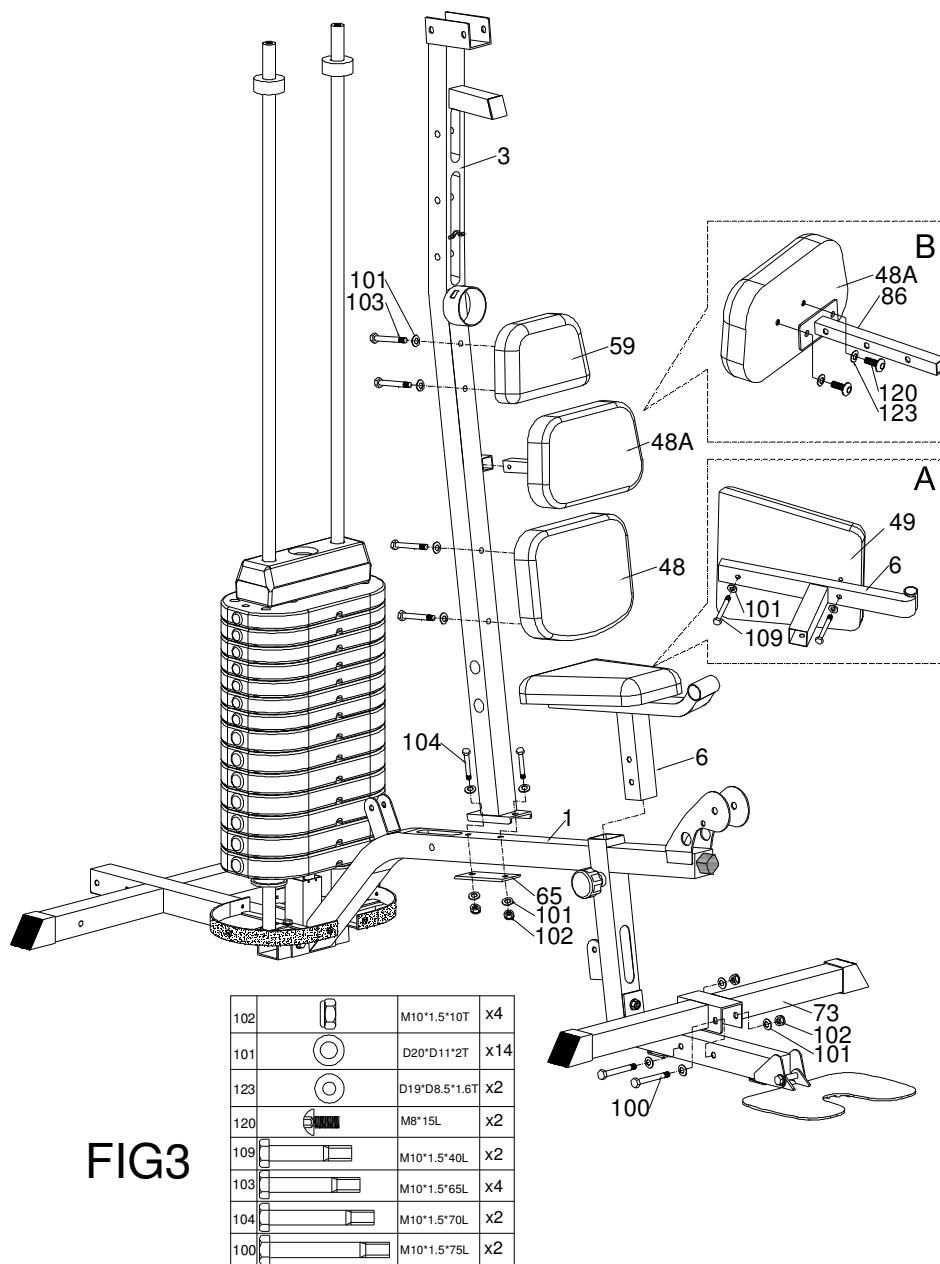
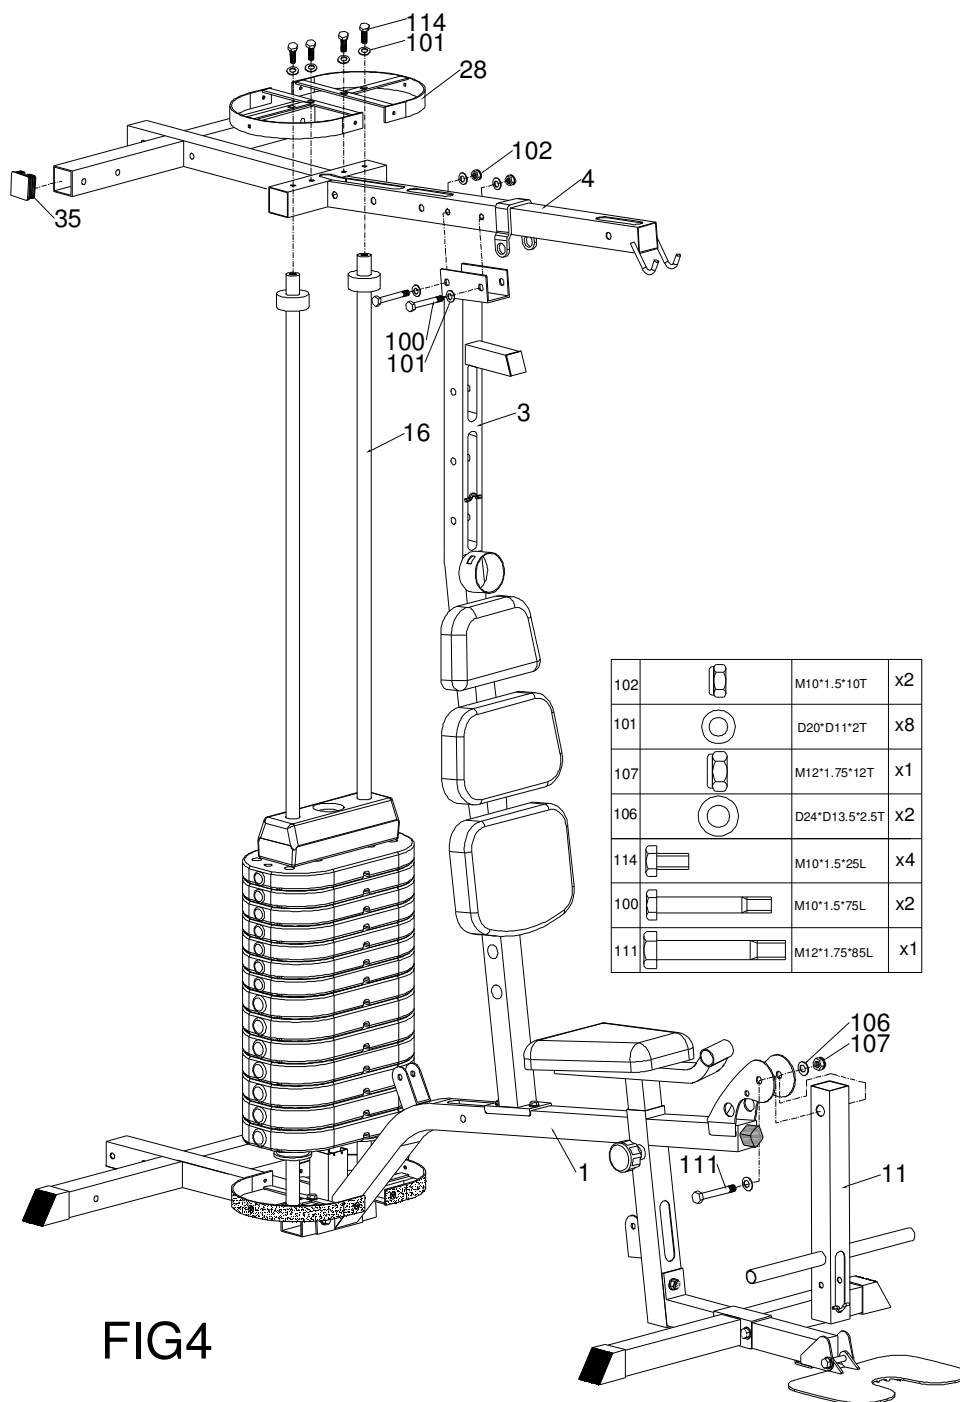

FIG3
FIG4
- 3) Připevněte plochou kladku (57) do předního vertikálního podstavce (3) pomocí pouzdra (60), šroubu (103) a nylonové matice (102) podle obrázku FIG3.
- 4) Připevněte vysokou kladku (56) do jednoduché kladkové podpěry (20) pomocí kladkové směrnice (41), plastového kroužku kladky (42), ploché podložky (101) a nylonové matice (102) podle obrázku FIG4.
- 5) Připevněte kabel (III) (50) jak ukazují šipky. Připevněte konec se smyčkou kabelu (III) (50) do jednoduché kladkové podpěry (20) pomocí ploché podložky (101), nylonové matice (102) a šroubu (114).
- 6) Připojte horní tahací páku (12) do nejvyššího rámu (4) pomocí háku (25).
- 20) Připevněte vysokou kladku (56) do hlavního rámu (1) pomocí kladkové směrnice (41), plastového kroužku kladky (42), ploché podložky (101), šroubu (112) a nylonové matice (102) podle obrázku FIG3.
- 21) Připevněte kabel (II) (52) jak ukazují šipky. Spojte kabel (52) s kabelem (51) pomocí háku (25) a řetězu (26).
- 22) Připevněte plochou kladku (57) do nožní prodlužovací trubky (11) pomocí pouzdra (60), šroubu (103) a nylonové matice (102) podle obrázku FIG4.
- 4) Spojte horní kabelový počítač (67) se středním kabelovým počítačem (68) podle obrázku FIG3.
- 5) Spojte horní kabelový počítač (67) se spodním kabelovým počítačem (69) podle obrázku FIG4.